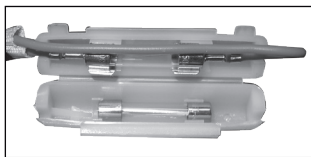

Imagen 27. Fusible.
- Sustituir el fusible quemado por el de repuesto. Ver imagen 27.